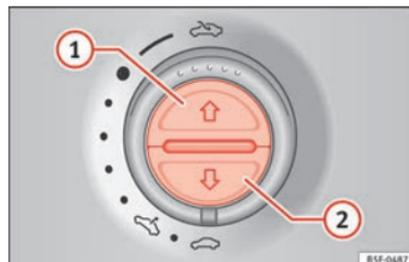

Fig. 98 Nel rivestimento interno del tetto: tasti della tendina parasole.
Aprire completamente (funzione automatica)	Premere brevemente il tasto » fig. 98 1 .
- *Tendina parasole:* Per i 5 secondi seguenti dopo l'attivazione del limitatore di forza, premere il tasto»» **fig. 98**  finché la tendina non sarà completamente chiusa.